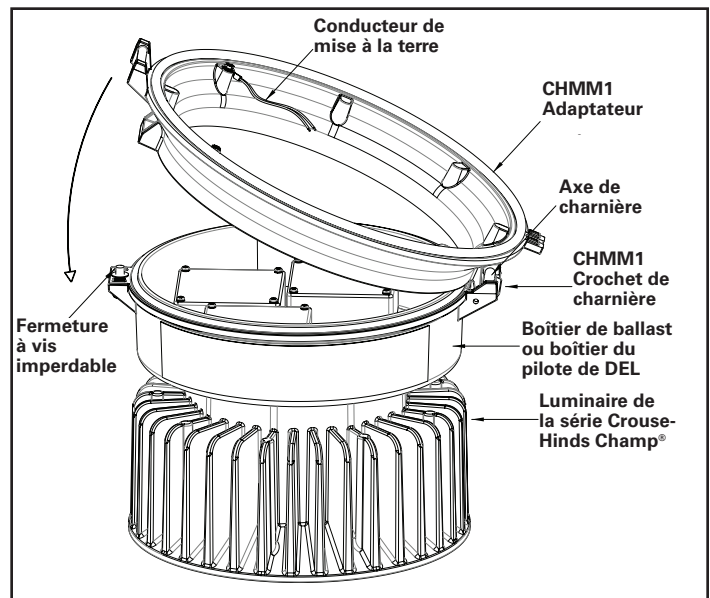

Figure 1
4. Installez l'adaptateur CHMM1 sur le boîtier de ballast ou boîtier du pilote de DEL du luminaire de la série Crouse-Hinds Champ®. Pour ce faire, accrochez l'axe de charnière sur le crochet de charnière, comme illustré à la figure 1. Au moment de fermer l'adaptateur, assurez-vous que celui-ci et le luminaire sont concentriques. Vissez la vis imperdable dans l'adaptateur et serrez-la au couple de 3,4 N-m (lb-po).